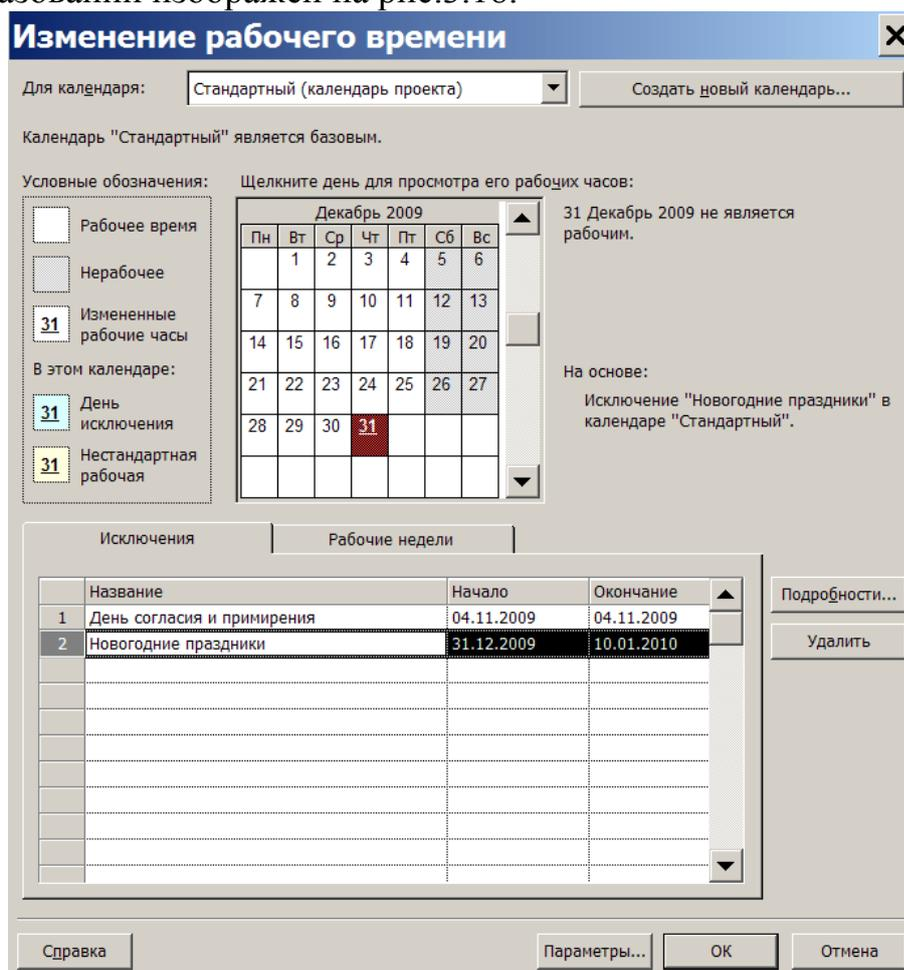

Рис.3.18. Результат ввода исключений
7. Аналогично добавить исключение *Новогодние праздники*, начинающееся 31.12.09 и заканчивающееся 10.01.10. Итоговый вид окна после всех преобразований изображён на рис.3.18.